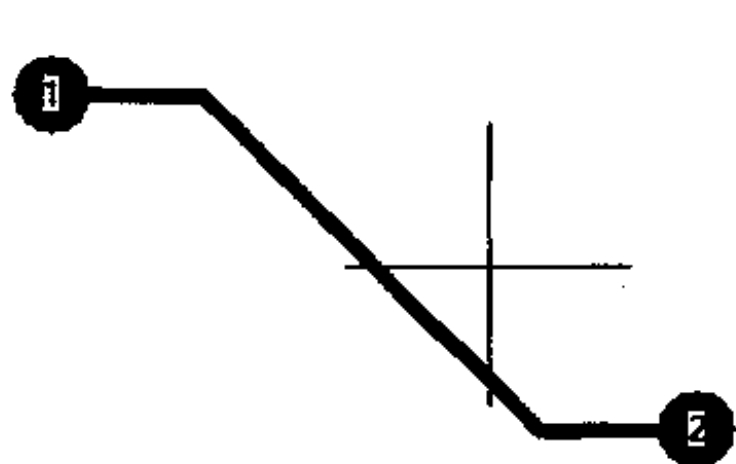

图 5-62 布线完成
5) 结束命令。单击鼠标右键, 完成整条导线的放置。整条导线变成红色, 光标仍为十字形状, 系统仍处于布线状态, 如图 5-62 所示。接着再单击鼠标右键, 系统退出布线状态。